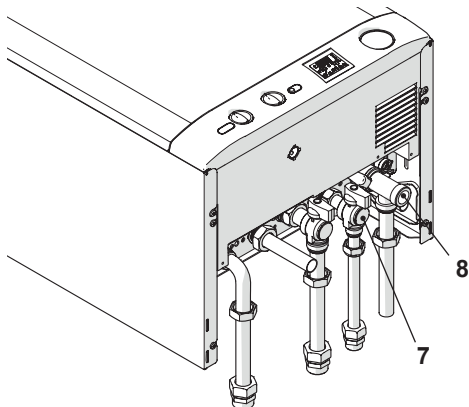

Рисунок 5.6
Подключите возврат змеевика водонагревателя (RR) к возвратной трубе контура отопления (8 на Рисунок 5.6).
Соедините вход горячей воды в водонагревателе (ES) с краном входа горячей воды (7 на Рисунок 5.6).